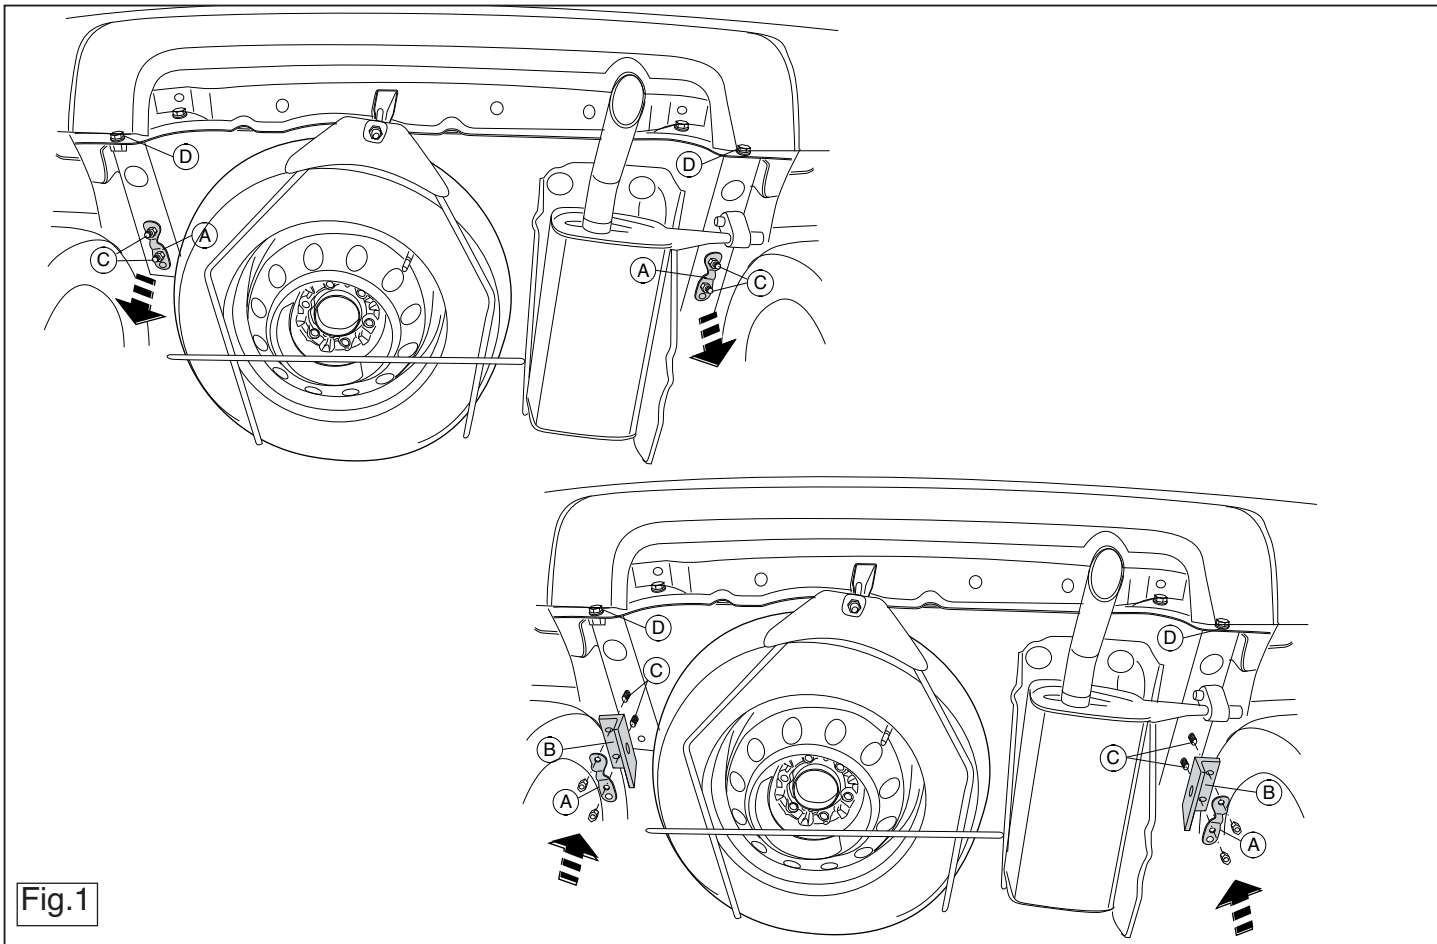

Fig.1
2. Снять если имеется кронштейны А слева и справа. См. рисунок 1.
3. Поставить кронштейны В и прикрепить их в точках С, закрепив не до конца. См. рисунок 1.